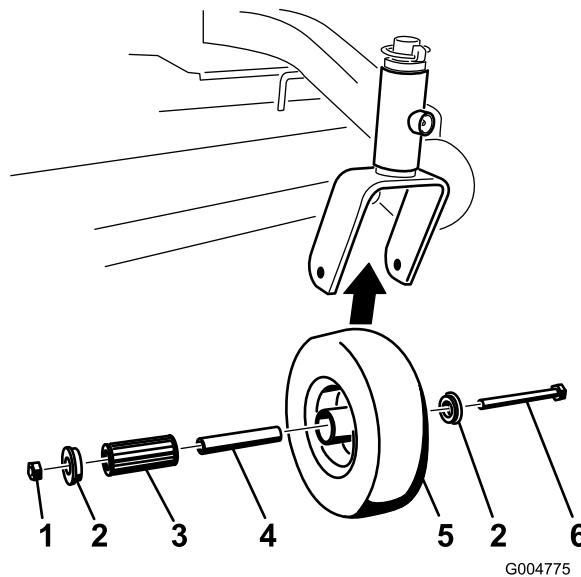

Figure 42
1. Enlevez le contre-écrou et le boulon de fixation de la roue pivotante à la chape (Figure 42).
2. Enlevez une bague, puis sortez la douille pour clé et le roulement à rouleaux du moyeu de roue (Figure 42).
3. Enlevez l'autre bague du moyeu, puis nettoyez la graisse et les saletés éventuellement présentes dans le moyeu (Figure 42).
4. Examinez l'usure du roulement à rouleaux, des bagues, de la douille pour clé et de l'intérieur du moyeu. Remplacez les pièces endommagées ou usées (Figure 42).
5. Pour le remontage, placez une bague dans le moyeu de la roue. Lubrifiez le roulement à rouleaux et la douille pour clé, et insérez-les dans le moyeu. Mettez la deuxième bague dans le moyeu (Figure 42).
6. Montez la roue pivotante dans la chape à l'aide du boulon et du contre-écrou. Serrez le contre-écrou jusqu'à ce que la base de la douille pour clé soit en appui contre l'intérieur de la chape (Figure 42).